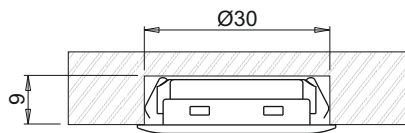

Fig 3
illustrated in figure 3 and, if necessary, bore a $\varnothing \geq 9\text{mm}$ exit hole for the power supply cable.
(Abb. 3) machen und ggf. für den Austritt des Anschlusskabel eine Bohrung mit $\varnothing \geq 9$ mm ausführen.
- Effectuer un trou d'un diamètre de 30mm et d'une profondeur supérieure ou égale à 9mm sur le plan de montage comme indiqué sur la figure 3 et, si besoin, effectuer pour la sortie du câble d'alimentation un trou de $\varnothing \geq 9\text{mm}$.